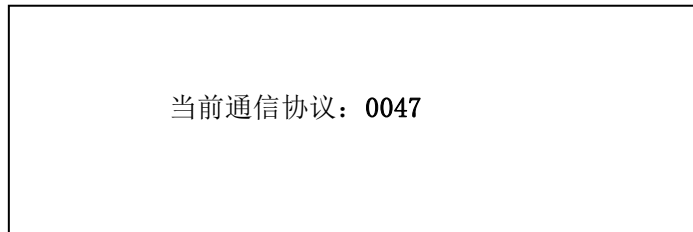

图5-6
- ② 按数字“1”键，进入1回路查询当前协议界面（图5-6）。